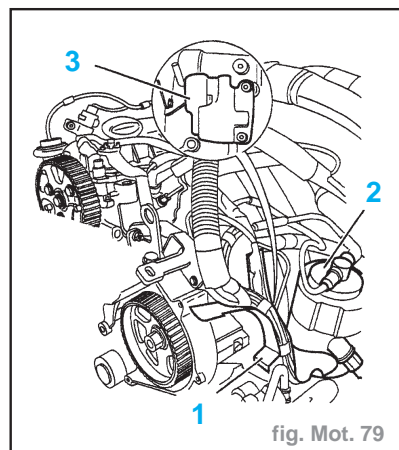

fig. Mot. 79
- Débrancher et écarter le faisceau électrique (fig. Mot. 79).